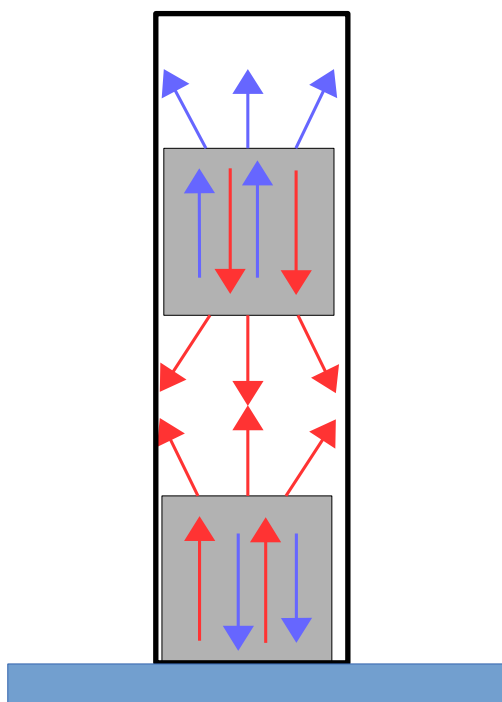

Рис. 8
**Давайте проведем следующий опыт: (рис.8)**